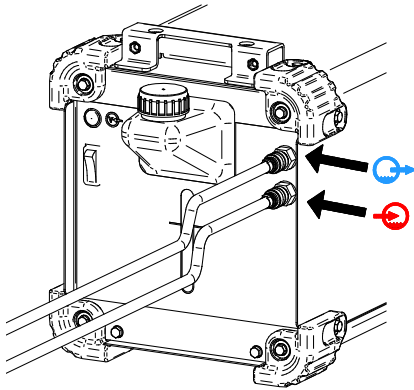

Abb. 7.
- Schließen Sie die Wasserkühlschläuche an Vor- [5] und Rücklauf an [4] (Abb. 7).
- Schließen Sie die Wasserkühlschläuche an – Abb. 7.